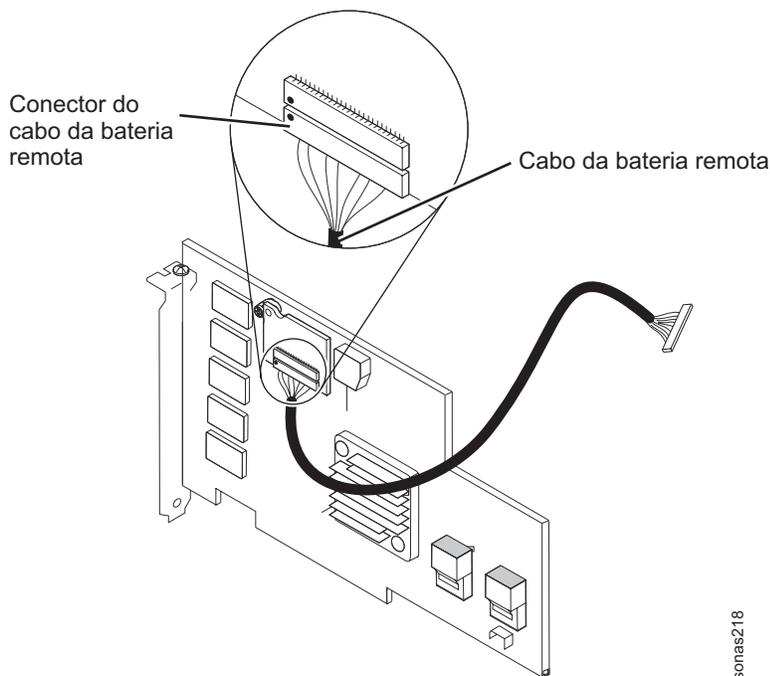

Figura 33. Desconectando o Cabo da Bateria Remota
- b. Levante a bateria e o carregador da bandeja e cuidadosamente desconecte o cabo da bateria remota da placa mediadora no controlador ServeRAID. Consulte o Figura 33.